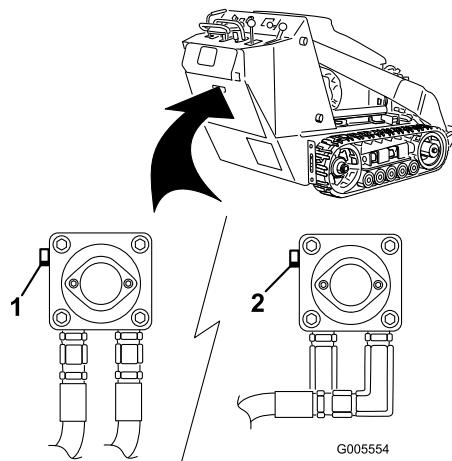

Bild 16
3. Drehen Sie die Schleppventile auf der Hydraulikpumpe mit einem Schraubenschlüssel zweimal nach links (Bild 16).